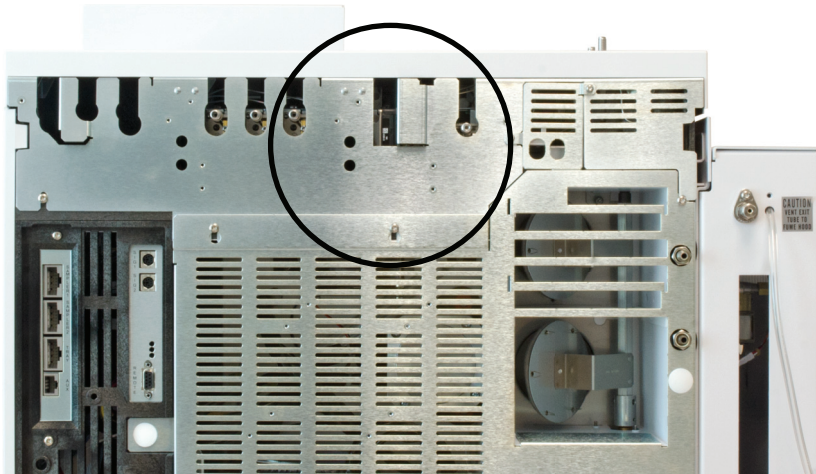
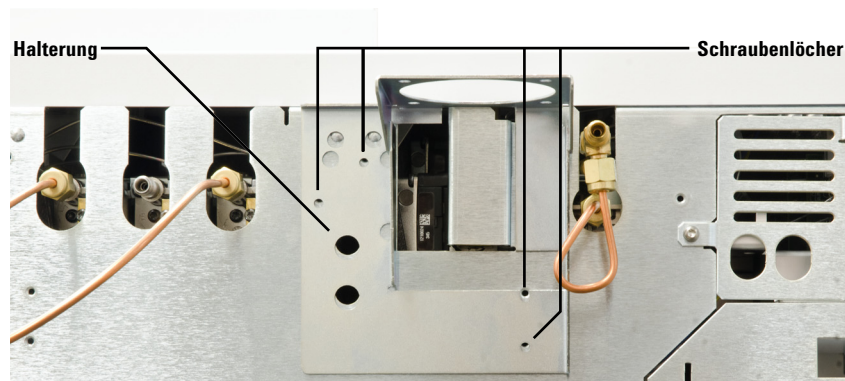

Abbildung 11. Position auf der Rückseite des 7890 GC zur Montage der Halterung
Abbildung 12. Schraubenlochpositionen auf der Rückseite des 7890 GC und der Halterung
- 1 Platzieren Sie die Halterung (5003-1356) an der Rückseite des 7890 GC an der in **Abbildung 11** dargestellten Position, und richten Sie dann die Schraubenlöcher wie in **Abbildung 12** gezeigt aus.